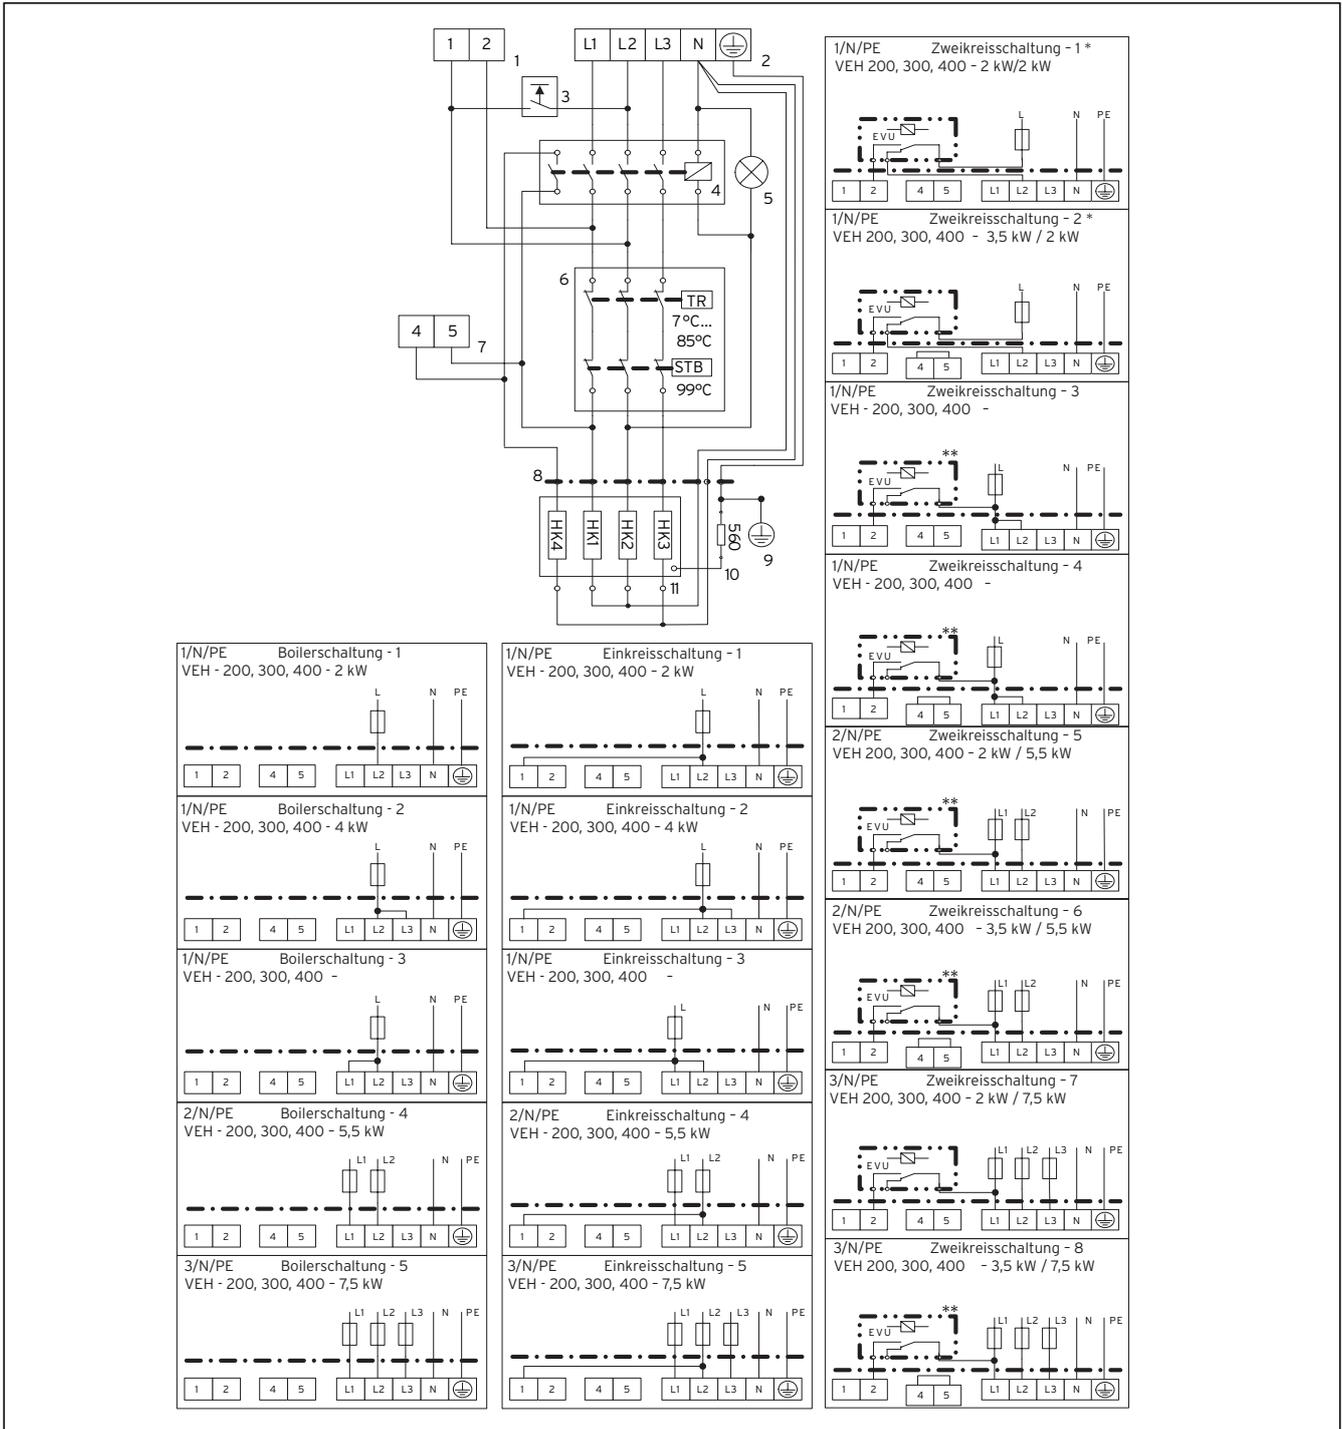
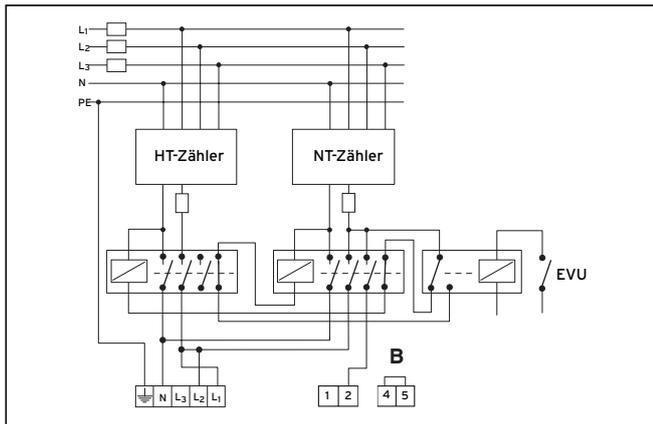
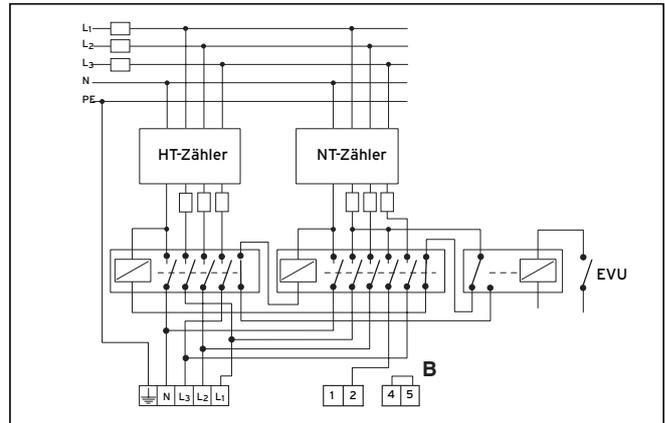

Abb. 8.1 Schaltschema Übersicht eloSTOR
Abb. 8.2 Anschluss einphasig
Abb. 8.4 Anschluss dreiphasig
- Nehmen Sie die Anschlussverdrahtung für die in der Tabelle 8.1 angegebenen Leistungen entsprechend den zugehörigen Schaltschemata in Abb. 8.1 und den Abb. 8.2 bis Abb. 8.4 vor.
Beachten sie das Schaltschema (siehe Abb. 8.1). Für die Einkreisschaltung ist eine Brücke (1,5 mm²) zwischen L2 und Klemme 1 erforderlich. Für die Zweikreisschaltung setzen Sie das Steuerkabel an die Klemme 2. Bei Boilerschaltung werden keine Steuerleitungen benötigt.
Bei Zweikreisschaltung kann für Niedertarifschaltungen ein EVU-Kontakt entsprechend den Schaltschemata in den Abb. 8.2 bis 8.4 angeschlossen werden. Dies gewährleistet eine Einschaltung der Grundlast vom Energieversorgungsunternehmen. Wählen Sie die Leistung aufgrund der Freigabezeit des EVU für den Niedrigtarif (üblich 4 bzw. 8 Std.).